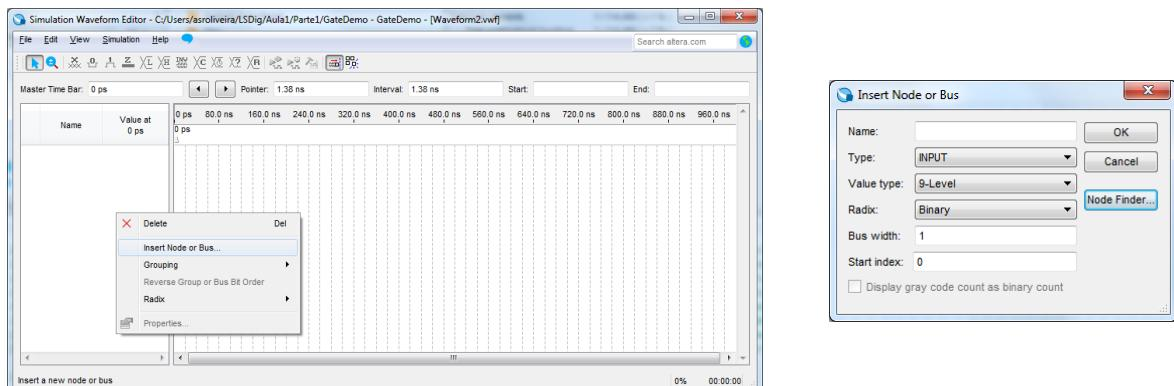

Figura 17 – Janela do simulador antes da especificação dos sinais de entrada e de saída a usar na simulação.
10. Após premer “OK” a janela seguinte deverá abrir, onde deverão ser indicados os sinais a usar na simulação (Figura 17).